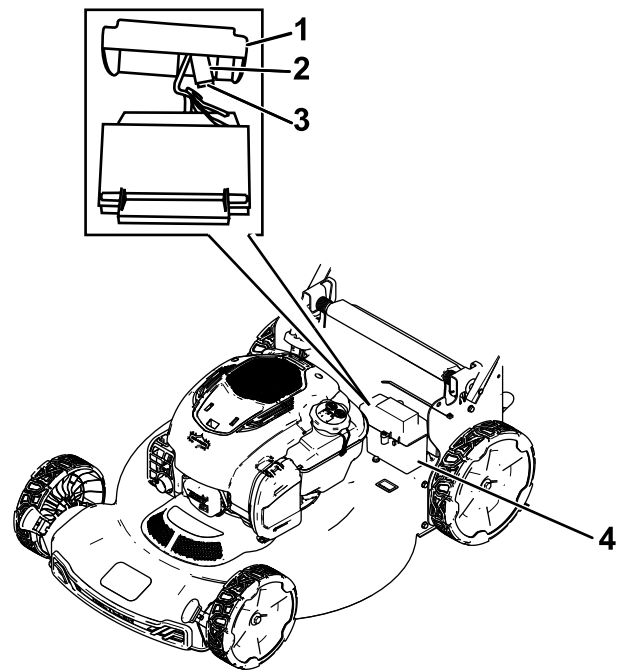

Figura 27
1. Retire la cubierta del compartimento de la batería (Figura 27).
2. Saque la batería y ubique el fusible (Figura 27).
3. Cambie el fusible del portafusibles (Figura 27).
4. Instale la cubierta sobre el compartimento de la batería (Figura 27).